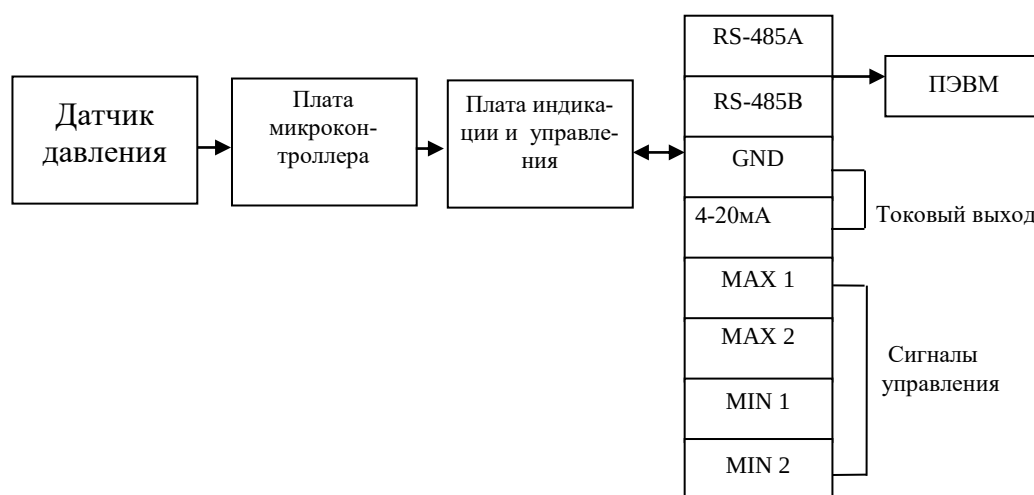

Рис.1. Структурная схема измерителя ПРОМА-ИДМ-016.
1.4.1 Структурная схема измерителя приведена на рис.1.